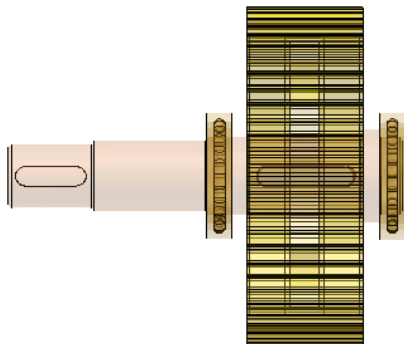
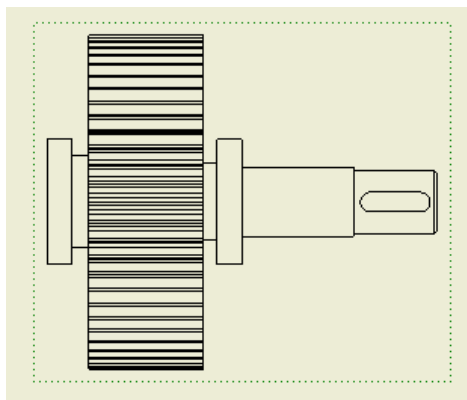

图 12-51 视图方向选择
图 12-52 创建主视图
①创建基础视图。单击【放置视图】标签栏【创建】面板上的【基础视图】工具按钮，打开【工程视图】对话框，选择传动轴部件（文件名为“传动轴.iam”），作为要创建工程图的部件，然后选择合适的视图方向，这里需要注意的是，要能够在剖视图中表达平键零件的信息，视图方向是有要求的，要求平键零件的外表面面向读者，如图 12-51 所示，才能够在剖视图中表达平键零件。以该方向为投影方向建立基础视图，也就是主视图，如图 12-52 所示。
②创建剖视图以表达平键。随后建立剖视图以表达平键零件的装配关系。单击【放置视图】
如果在【工程视图】对话框中没有任何一种投影方向能够创建如图 12-52 所示的主视图，那么可以在部件图中，选择工具栏上的【观察方向】工具，然后选择传动轴一端的键槽的底面，则零件的方向会如图 12-51 所示。保存部件，然后回到工程图环境中，创建基础视图的时候在【工程视图】对话框的【方向】选项中选择【当前】选项即可。